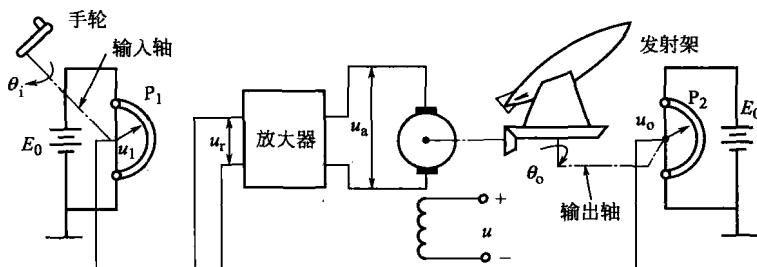

图 1-19 导弹发射架方位角控制系统原理图
14. 图 1-19 是控制导弹发射架方位角的电位器式随动系统原理图。图中电位器 P_1 、 P_2 并联后跨接到同一电源 E_0 的两端，其滑臂分别与输入轴和输出轴相连接，组成方位角的给定元件和测量反馈元件。输入轴由手轮操纵；输出轴则由直流电动机经减速后带动，电动机采用电枢控制的方式工作。试分析系统的工作原理，指出系统的被控对象、被控量和给定量，画出系统的方框图。